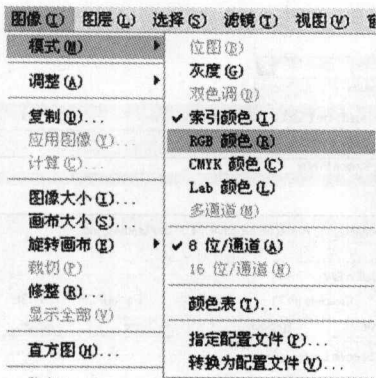
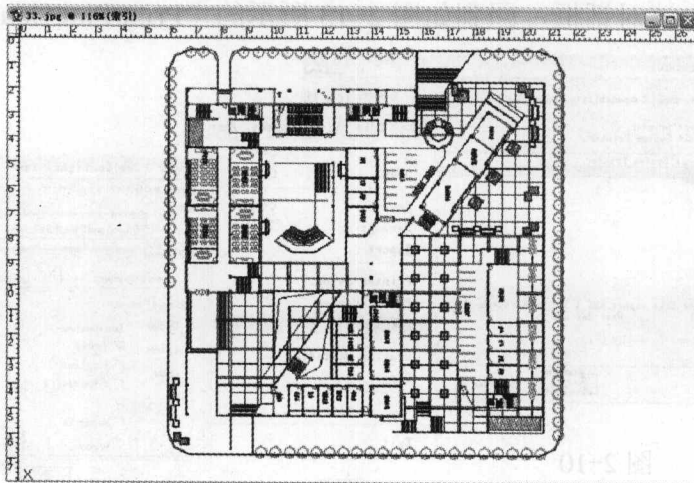

图 2-16
图 2-17
(13) 选择【图像】(Image) 菜单下的【模式】(Mode) 菜单中的“RGB 颜色”项,将颜色模式转换为“RGB”模式,如图 2-16 所示。然后使用快捷键“Ctrl+I”将颜色反转,反转后的效果如图 2-17 所示。